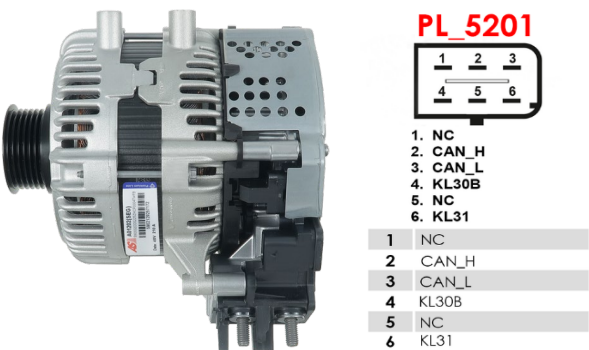

Figura 27. Arrancador-generator L1TA-11238 y designación de terminales en el conector
- 1.1. Como ejemplo, en la Figura 27 y en la Tabla 6 se muestra el esquema de conexión del starter-generator de 48 V L1TA-11238.